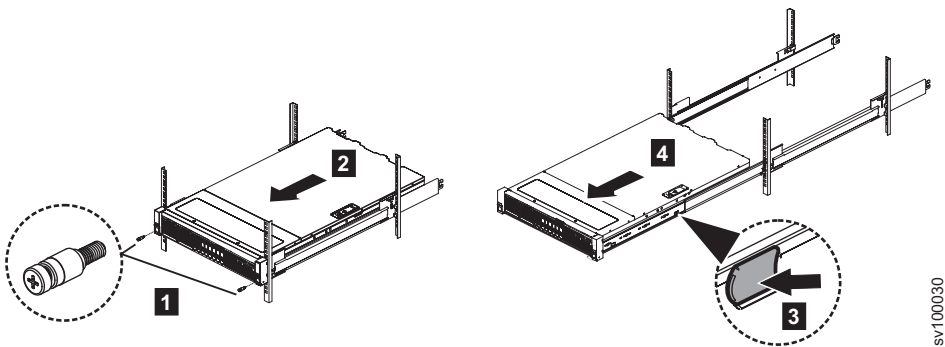

図 5. ラックからのノードの取り出しと前部ねじの取り外し
2. オプション: 27 ページの図 5 に示すように、前部のねじを取り外し、ノードをスライドさせてラックから取り出します。
- a. 前部の M6 ねじを緩めて、取り外します (1)。
- b. ノードを前方にわずかにスライドさせます (2)。
- c. 切り離しラッチを前方に引きます (3)。
- d. 引き続きノードを前方にスライドさせて、ケーブル・マネジメント・アームにアクセスします (4)。